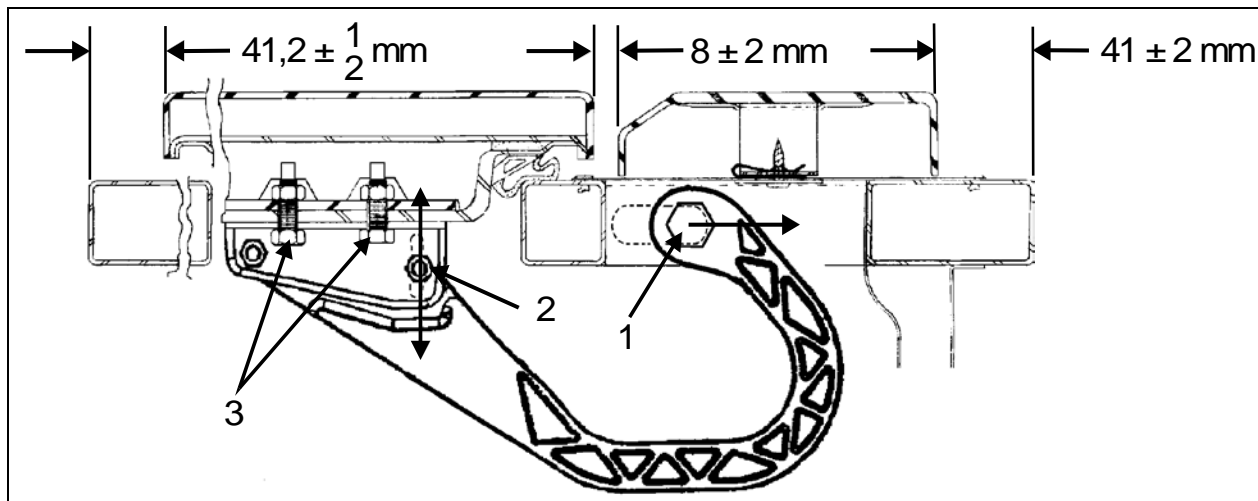

FIGURE 75 : PORTE DE L'ÉVAPORATEUR
2. Desserrer l'écrou (1, Figure 75).
4. Serrer l'écrou (1, Figure 75).
5. Desserrer l'écrou (2, Figure 75). La charnière permet à la porte de bouger vers l'intérieur ou l'extérieur.
7. Desserrer les vis (3, Figure 75). Les vis permettent de déplacer la porte vers le haut ou le bas.